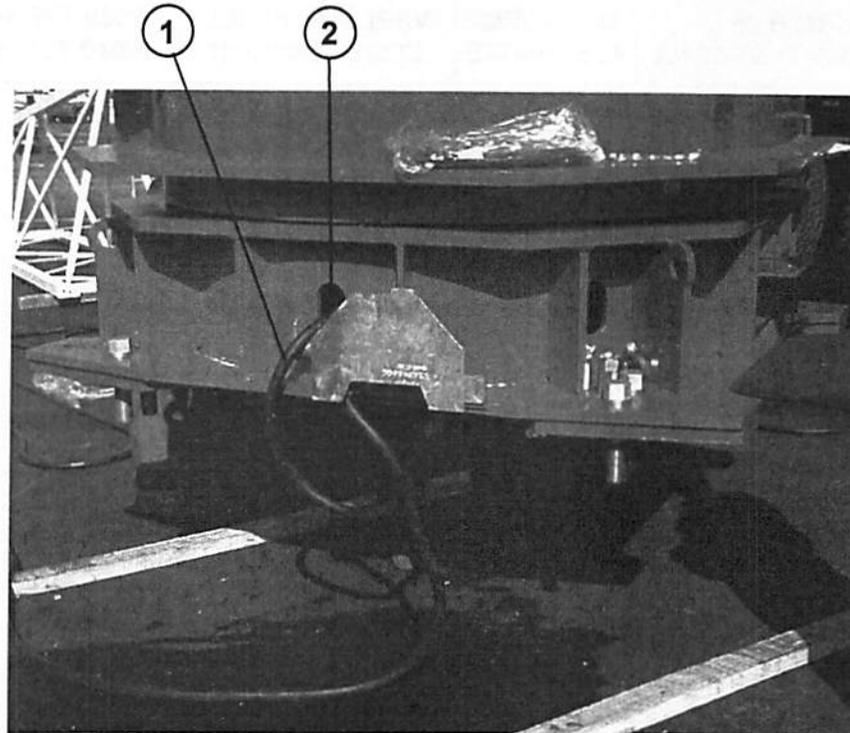

Abb. 2.1.1
Vor der Montage des Drehwerks auf dem letzten Turmabschnitt, das Standardkabel (1) durch den eigens hierzu vorgesehenen Schlitz (2) in das Innere der Gruppe führen (Abbildung 2.1.1).